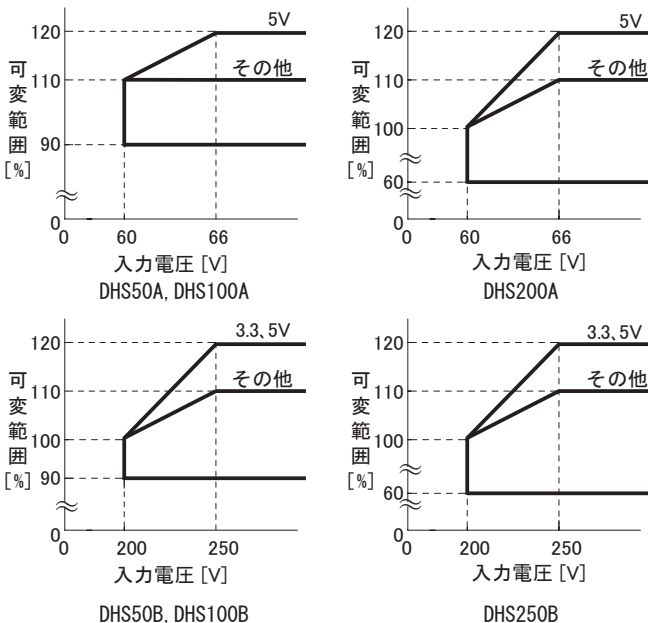

図4.4 出力電圧可変
- 入力電圧範囲がDC60 ~ 66V、DC200 ~ 250Vの場合、出力電圧範囲は図4.4のようになります。